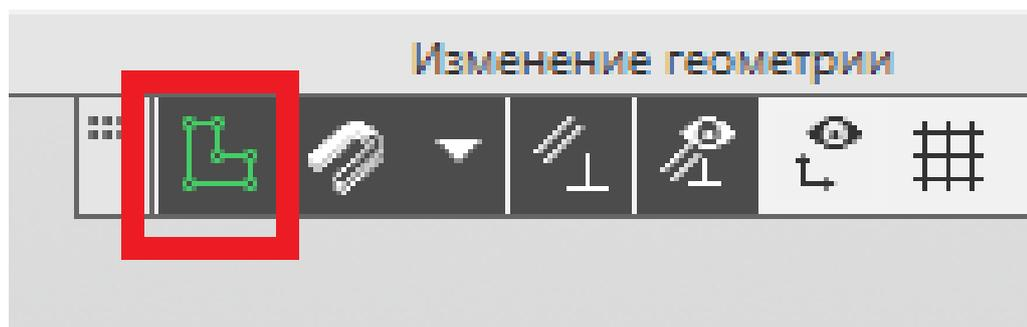

Рис. 86
14. Завершаем построение эскиза нажатием на пиктограмму «Создать эскиз» (рис. 86).